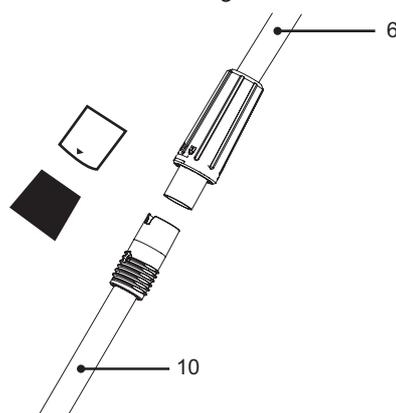

Fig. 2
- > Alignez la perche inférieure [6] avec la rallonge de perche [10]. Les renforcements en forme de triangle doivent se faire face. (Fig. 2)